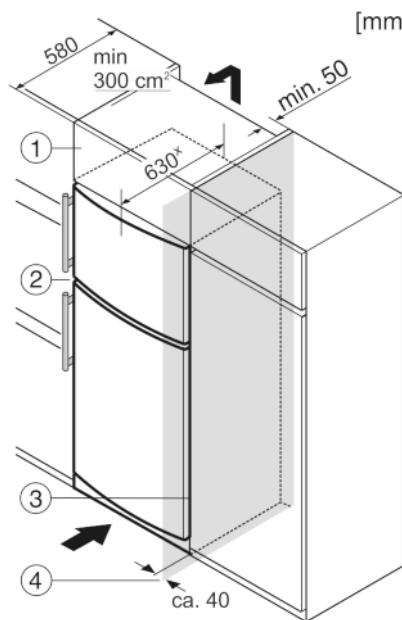

Fig. 7
Устройство может быть окружено предметами кухонной обстановки. Чтобы уравнять устройство Fig. 7 (2) по высоте с кухонной стенкой, можно установить над устройством соответствующий дополнительный шкафчик Fig. 7 (1).
При комбинировании с кухонными шкафами (глубина макс. 580 мм) устройство можно установить непосредственно рядом с кухонным шкафом Fig. 7 (3). Устройство выступает сбоку на 34 мм^x и по центру на 50 мм^x относительно передней стенки кухонного шкафа.
Если устройство установлено на шарнирах у стены Fig. 7 (4), то расстояние между устройством и стеной должно быть не менее 40 мм. Настолько выступает ручка при открытой дверце.